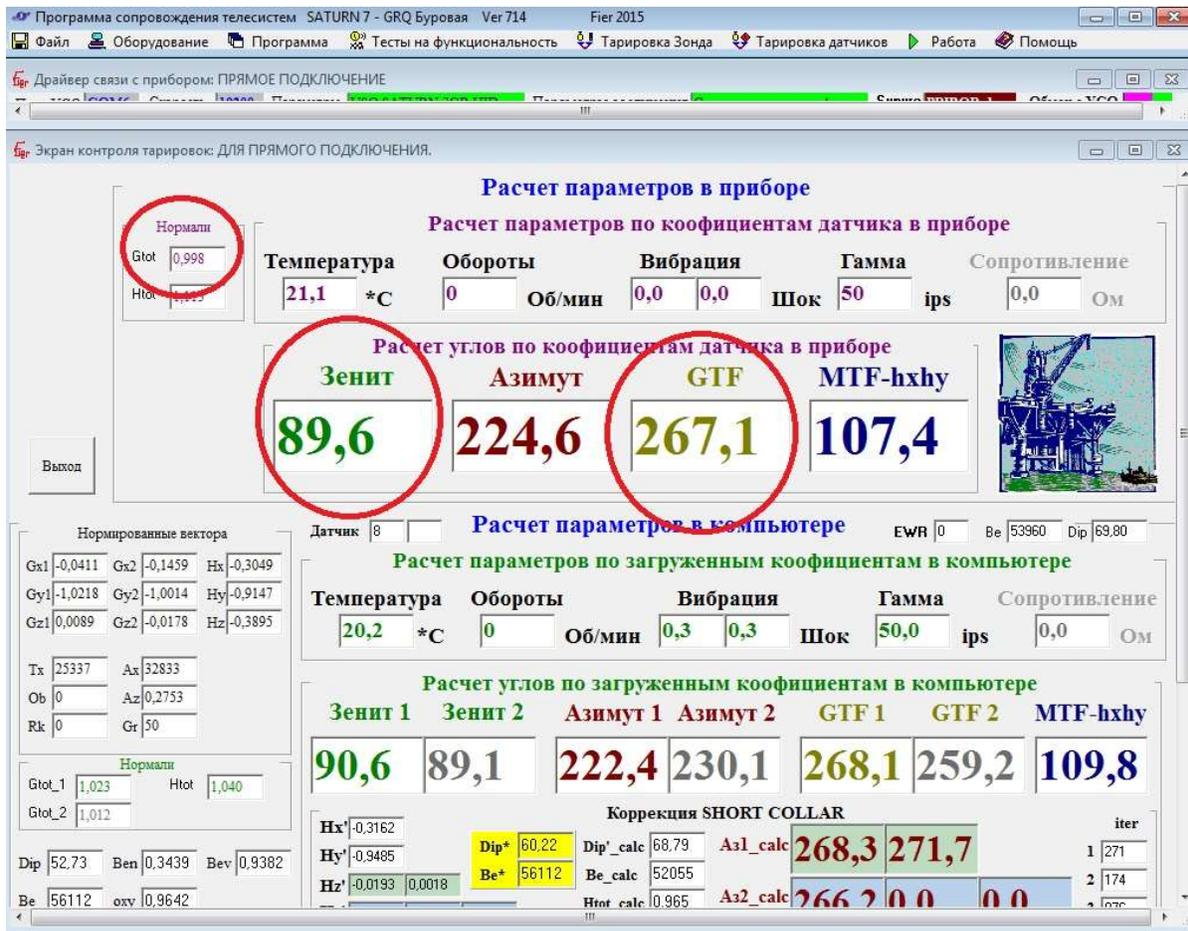

Рисунок 9.2.29
4. В каждом положении оценить значения G_{total} : должны находиться в интервале $0,990 \div 1,010$ и зенита: максимально допустимое отклонение при вращении – $0,3$ градуса (рисунок 9.2.29). Заполнить таблицу «Проверка инклинометрии» (см. приложение 3).